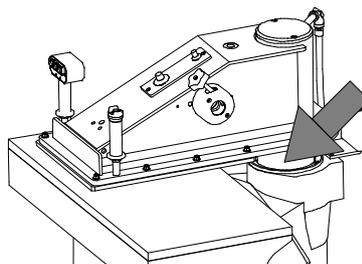

Fig. 20
**c)** limpar com um pano (que não deixe retalho/detrituto) no raspador da lubrificação de coluna (para S/SE108: cód. 01002005; para S/SE/120C: cód. 01010413; para S/SE120/122/124C/124/125C/125/125L: cód. 01001367, táb. 1) dos resíduos de pó do ambiente, bem como do pó acumulado do processo de corte (pó de couro e cepo), esta limpeza deverá ser efetuada no mínimo uma vez ao mês (Fig. 20);